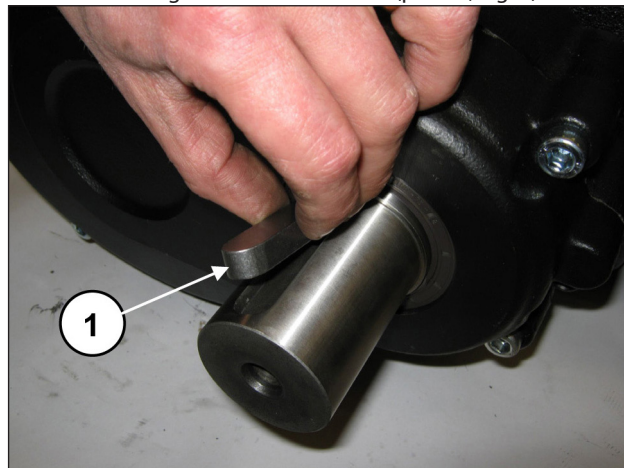

Fig. 3
Rimuovere la linguetta dall'albero PTO (pos. ①, Fig. 3).